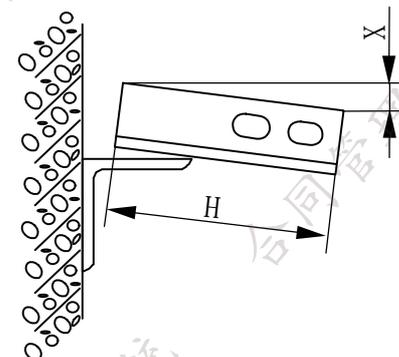

图 3.2-23
①、导轨支架水平度误差应满足 $X \leq 1.5\%H$ ，其中 H 为支架的长度，工艺见图 3.2-23。可用 600mm 水平尺测量。